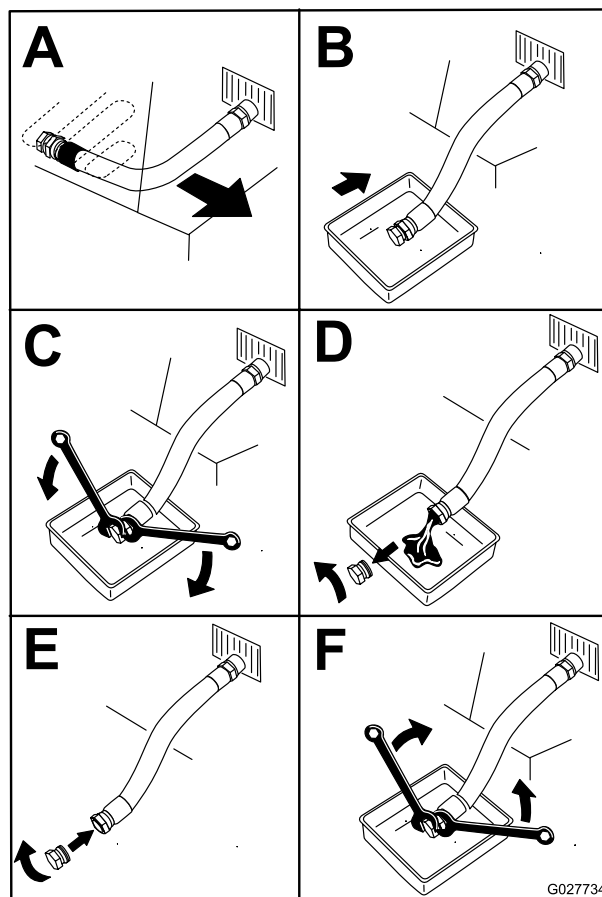

Figura 62
4. Drene el aceite del motor (Figura 62).